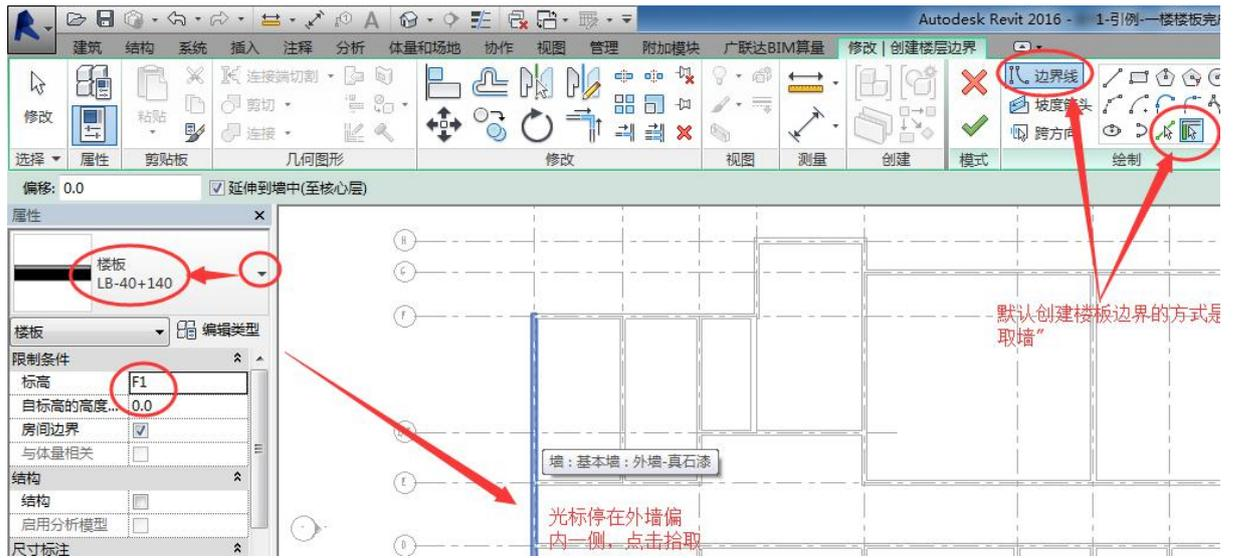
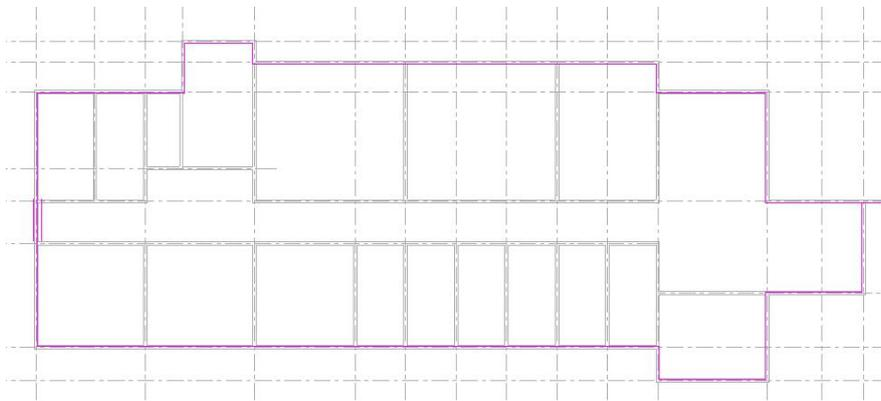

图 4-2 楼板创建
图 4-3 楼板边界线
- 单击“建筑”选项卡“构建”面板“楼板”下拉菜单“楼板:建筑”工具。在属性面板“类型选择器”中选择墙体类型为“LB-40+140”、底部标高为“F1”、自标高的高度偏移为“0”，鼠标停在外墙偏内一侧点击左键，可拾取墙体边界（图 4-2）；依次点击所有外墙偏内一侧形成楼板边界线（图 4-3）。按 ESC 键，退出创建楼板“边界线”命令，此时尚未退出创建楼板命令。